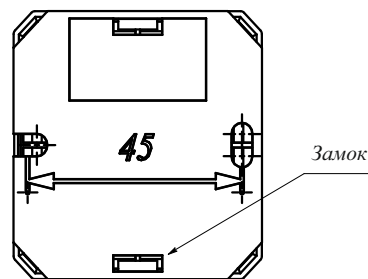

Рисунок 5
- смонтировать изолятор шлейфа на стену, используя отверстия в основании (рисунок 5);